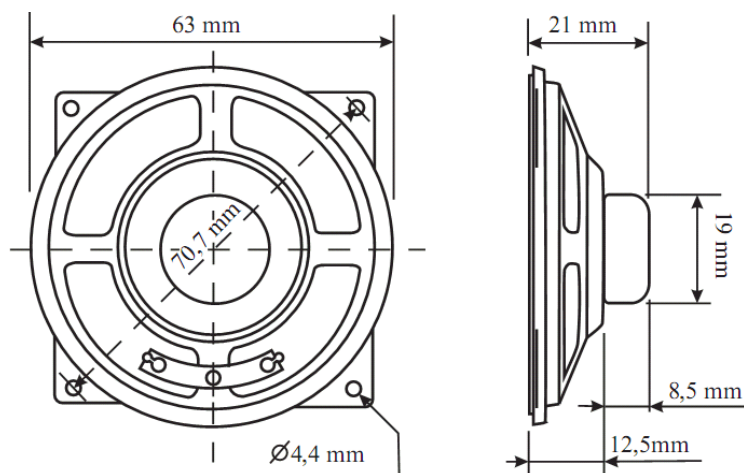

Рис.4. Громкоговоритель
7.3 Подключить громкоговоритель к разъему XT7. Внешний вид и габаритные размеры громкоговорителя показаны на рис.4.